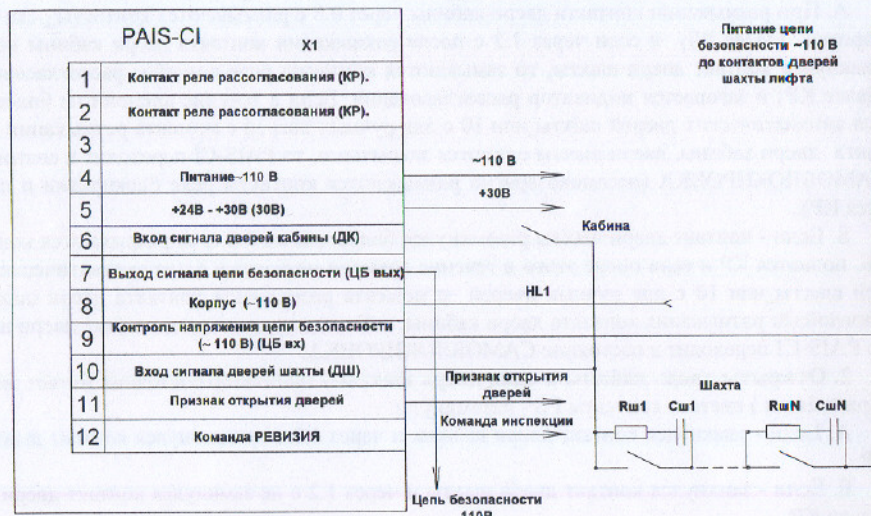

Рис.1. Схема подключения платы PAIS-CI для ~110В
7.2. Собрать схему рис.1 и подать переменное напряжение ~110 В на контакт 4 разъема X1-при работе на переменном напряжении.
- для соединения с первичной сетью, контрольными цепями и нагрузкой предусмотрен разъем типа WAGO, сечение подводящих проводов 0,5 - 1,0 мм². Схема подключения внешних цепей к контактам соединителей приведены на рис.1 и рис.2.